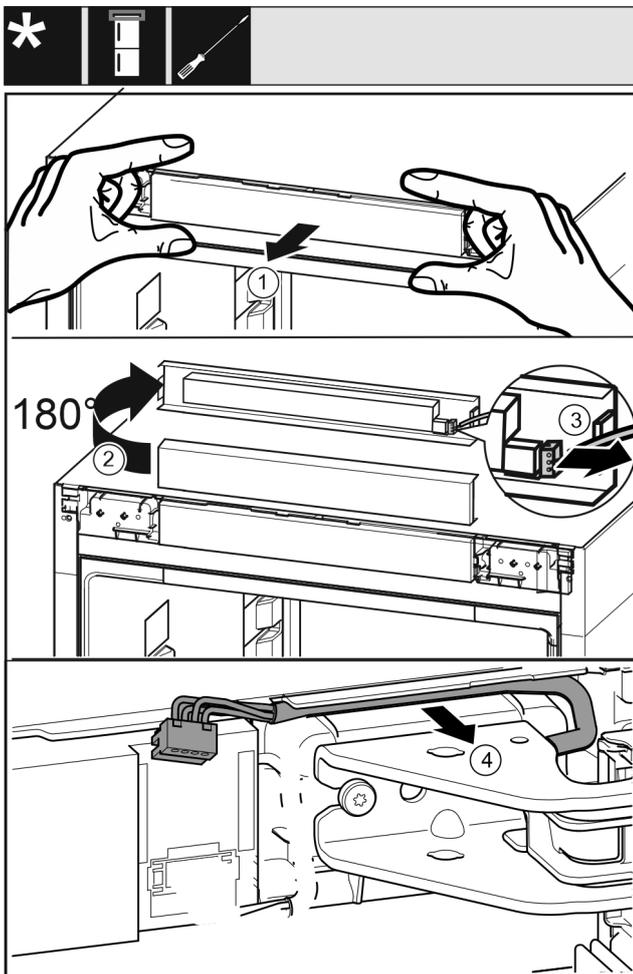

Fig. 10
- ▶ Bedienblende des Geräts vorsichtig nach vorne lösen. Fig. 10 (1)
- ▶ Bedienblende nach oben um 180° drehen. Fig. 10 (2)
- ▶ Die Rastnase nach hinten drücken und den Stecker vorsichtig herausziehen. Fig. 10 (3)
- ▶ Kabel über Lagerbock vorsichtig aus der Führung lösen. Fig. 10 (4)